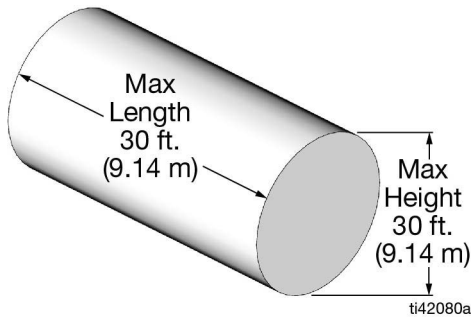

ABB. 17
- Die Tankendwände müssen flach sein; sie dürfen keine andere Form aufweisen, auch keine Glockenform (ABB. 17). Falls erforderlich, verwenden Sie einen nicht genormten Tank.